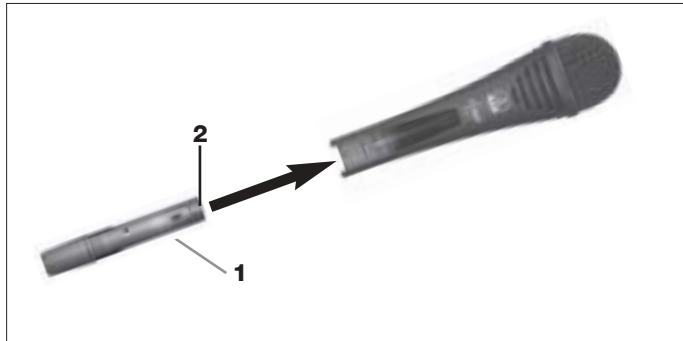

Fig. 7 : Montage du module émetteur
- Voir Fig. 7
2. Maintenez le module émetteur (1) les contacts (2) orientés vers le micro.
3. Enfoncez le module émetteur (2) dans le corps du micro jusqu'à ce que vous entendiez le déclic.